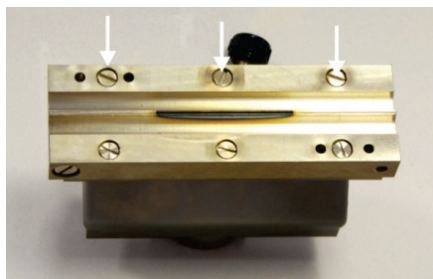

Fig. 55 Tornillos en la mordaza delantera del mechero
1. Desenrosque los tornillos de la mordaza delantera del quemador (flechas en Fig. 55) (en el lado de la mordaza delantera del quemador también se encuentra el tornillo para la fijación del quemador en el tubo de la cámara de mezcla).